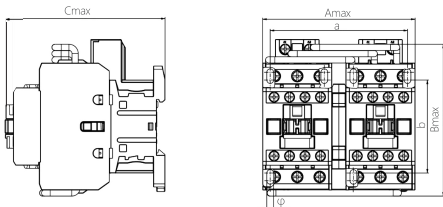

图5 NC8-09/N~38/N系列可逆交流接触器外形与安装示意
2.4 NC8-09/N~38/N系列交流接触器安装尺寸、外形尺寸与接线能力，见图5及表5、6，型号规格重量见箱贴。